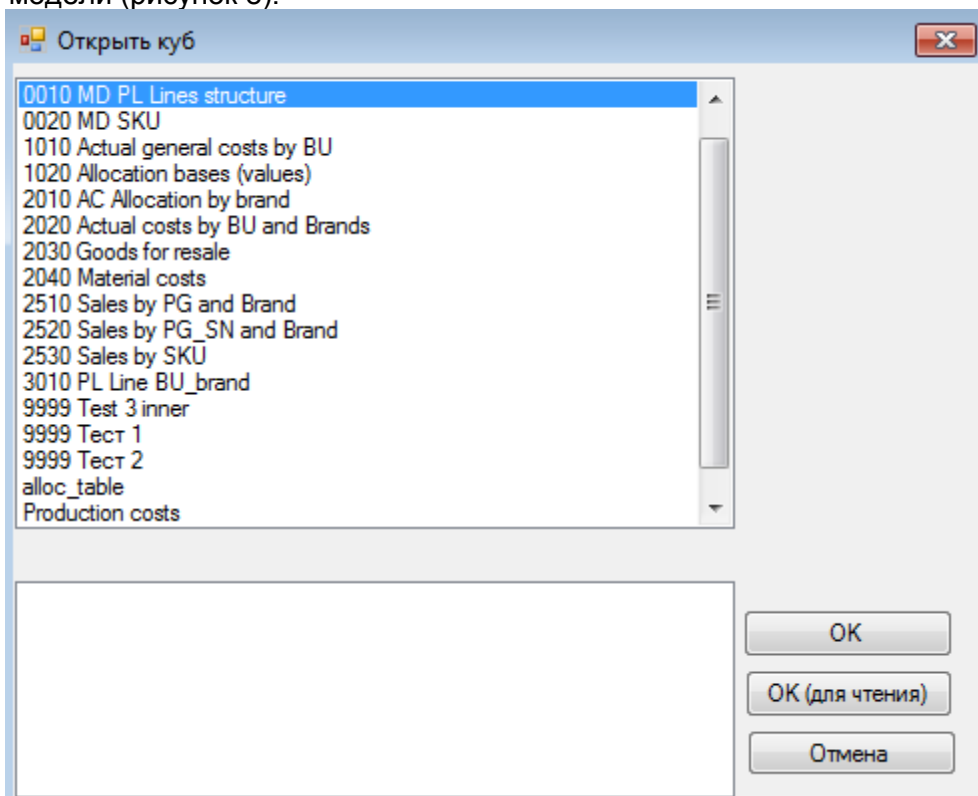

Рисунок 8. Окно выбора куба для открытия.
- Открыть куб - открывает диалоговое окно, в котором можно выбрать для открытия один из кубов модели (рисунок 8).